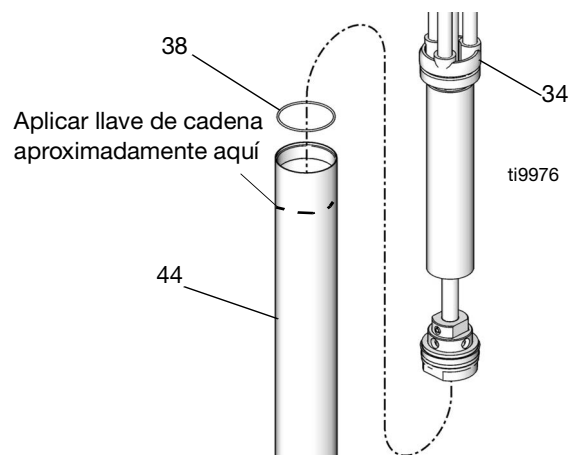

FIG. 18
6. Retire el tubo de aspiración (44) del cuerpo de la bomba (34). Consulte la FIG. 18.
7. Inspeccione si la junta tórica (38) del cuerpo de la bomba y el tubo de aspiración está dañada. Consulte la FIG. 18.